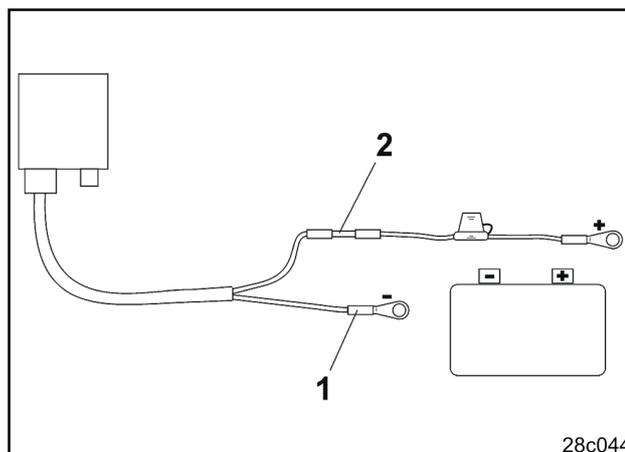

Fig. 6
- Introduisez le fil bleu (masse) dans la languette (Fig. 6/1).
- Introduisez le fil marron (+ 12 Volt) dans l'extrémité libre du joint droit (Fig. 6/2).
- Contractez le joint droit (Fig. 6/2) avec une source de chaleur (briquet ou air chaud d'un sèche-cheveux) jusqu'à ce que la colle s'écoule.